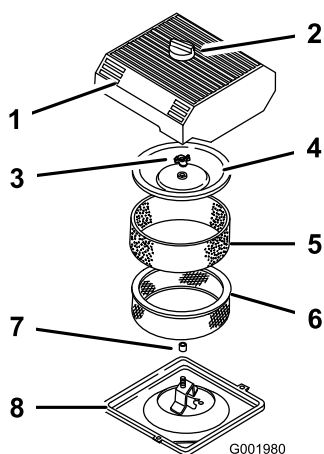

Figura 43
3. Limpie alrededor del limpiador de aire de forma que la suciedad no penetre en el motor y cause daños (Figura 43).
4. Afloje el pomo de la tapa del limpiador de aire y retire la tapa (Figura 43).
5. Deslice cuidadosamente el filtro de gomaespuma para separarlo del filtro de papel (Figura 43).
6. Desenrosque la tuerca de la tapa y retire la tapa y el filtro de papel (Figura 43).
1. Deslice cuidadosamente el filtro de gomaespuma sobre el filtro de papel (Figura 43).
3. Coloque la tuerca de la tapa con la presión de los dedos solamente contra la tapa (Figura 43).
4. Instale la tapa del limpiador de aire y el pomo (Figura 43).